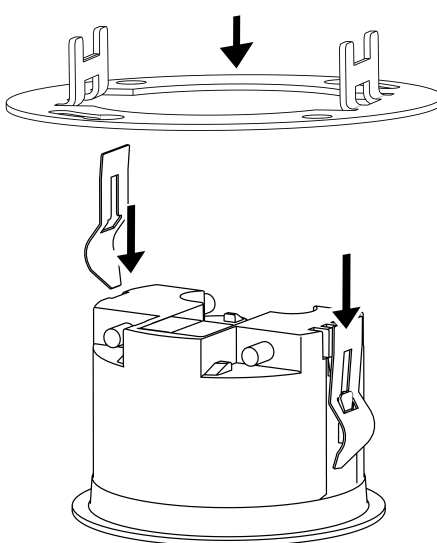

Рисунок 5
- Снять пружинные скобы (3).
- Зажимные пружины (12) установить в правильном положении, вставив их сзади в направляющие (2) до защелкивания (рисунок 5).